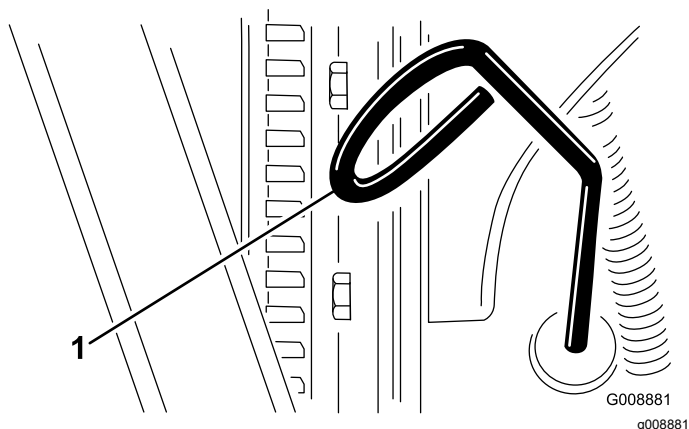

Bild 24
- Nehmen Sie den Peilstab heraus und wischen Sie ihn ab. Stecken Sie ihn dann ein (Bild 24).